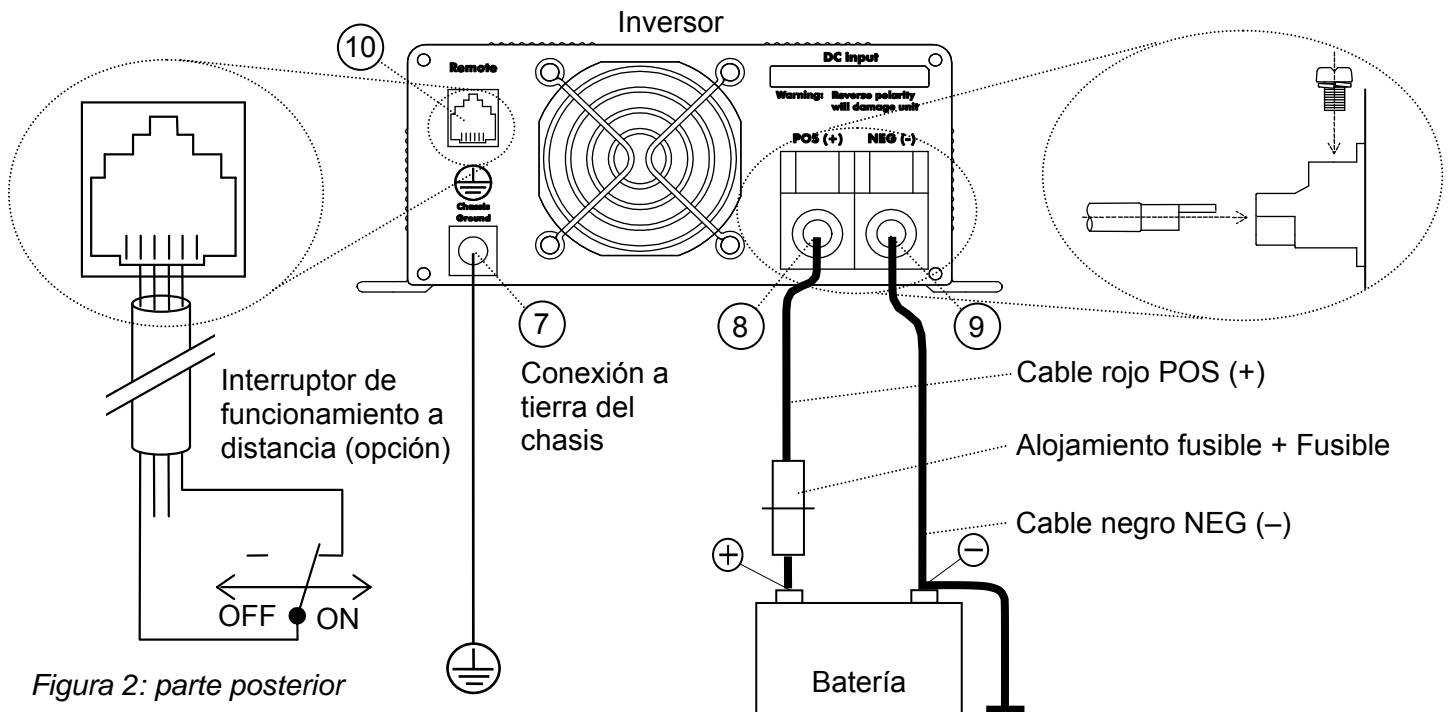

Figura 2: parte posterior
- Conecte el punto de conexión a tierra del inversor (Véase la figura 2 ref 7) al punto de conexión a tierra central del vehículo / barco
- Conecte el neutro (N) de la salida de CA al tierra (PE / GND) y integre un Dispositivo de Corriente Residual (RCD) en el cableado de la salida de CA. Vea información específica según modelos a continuación ¡Consulte las normativas locales al respecto!
- Conecte el cable de CA como se muestra en la figura 2: el terminal negro (9) NEG (-) al polo negativo (-) de la alimentación eléctrica / batería, el terminal rojo (8) POS (+) al polo positivo (+) de la alimentación eléctrica / batería. Coloque un portafusible de CC en el cable positivo, pero no instale el fusible todavía. Monte el cable de CC exactamente como se indica. No coloque nada entre el terminal circular y la superficie del terminal. Asegúrese de que todas las conexiones de DC estén bien ajustadas. Par de torsión recomendado: 11,7-13 Nm.
- Conexión a tierra del chasis: Use un cable AWG8 / 6 mm² para conectar el terminal de conexión a tierra del chasis (7) a la conexión a tierra central
- Interruptor de funcionamiento a distancia (opción). Si desea que el inversor funcione en un lugar distante puede instalar un interruptor como se indica en la figura 2. Cuando se cierra el contacto el inversor se activa.